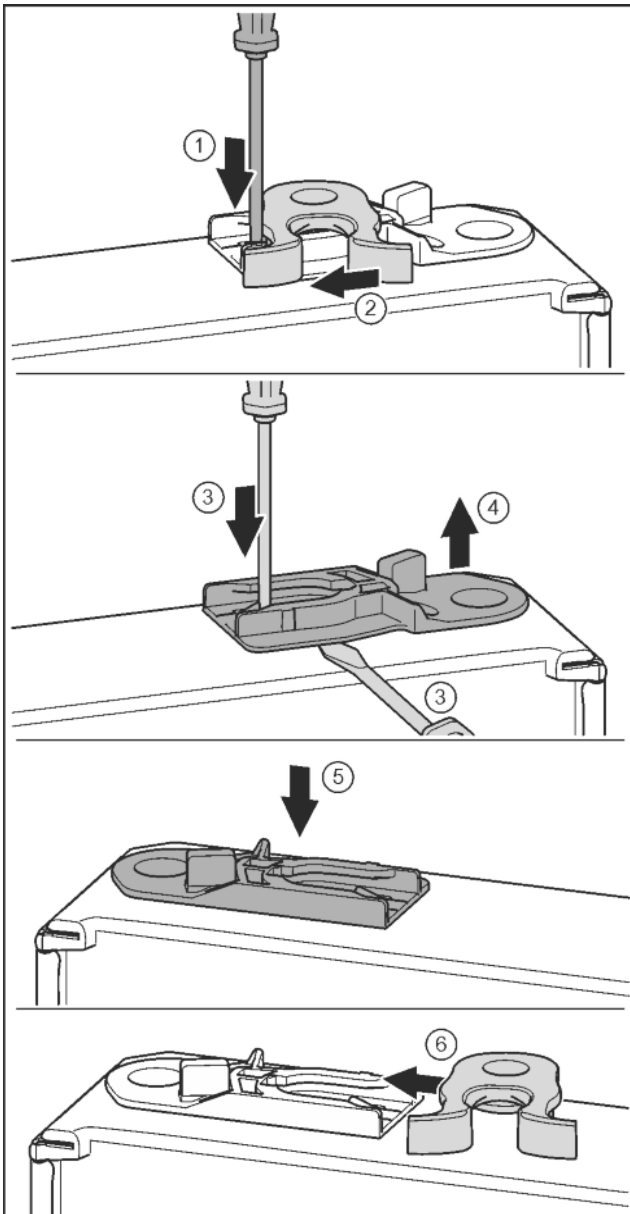

Fig. 20
- ▶ Apăsați în jos eclisa cu șurubelnița plată. Fig. 20 (1)
- ▶ Trageți cârligul de închidere din ghidaj. Fig. 20 (2)
- ▶ Scoateți bucșa de ghidaj: Apăsați eclisa cu șurubelnița plată și, concomitent, duceți-o cu șurubelnița plată sub bucșa de ghidaj. Fig. 20 (3, 4)
- ▶ Împingeți bucșa de ghidaj atașată în pachetul de livrare pe altă parte a carcasei. Fig. 20 (5)
- ▶ Împingeți cârligul de închidere în ghidaj. Fig. 20 (6)